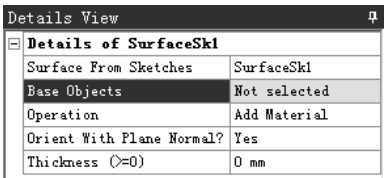

图 3.7.12 “Details View” 对话框
- 步骤 02** 选择命令。选择 **Concept** → **Surfaces From Sketches** 命令，弹出图 3.7.12 所示的 “Details View” 对话框。